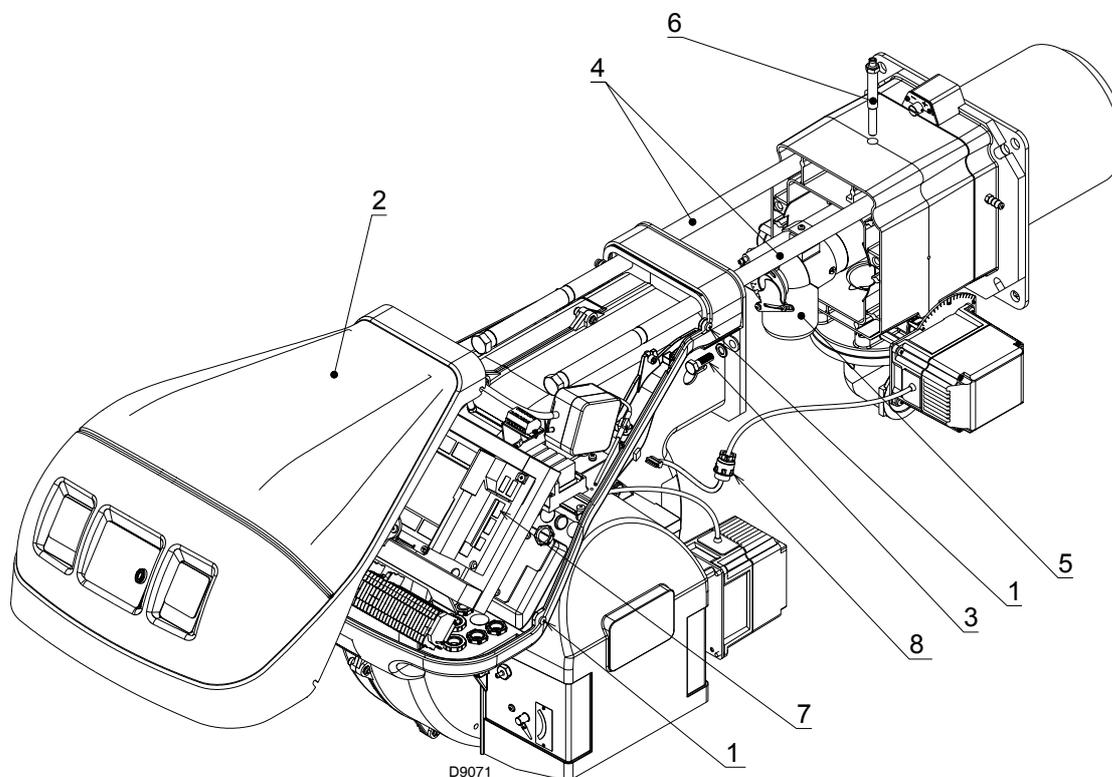

Abb. 39
- Lösen Sie die 4 Schrauben 1) (Abb. 39) und entfernen Sie die Verkleidung 2);
- Schließen Sie den Stecker des Stellmotors 7)(Abb. 39) an und schrauben Sie den Kabeldurchgang 8) ein.